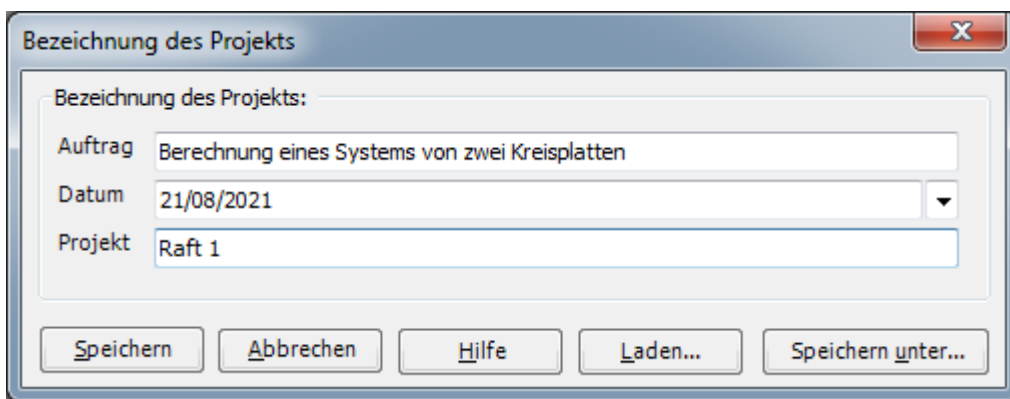

Bild 3.7 Dialogfeld "Bezeichnung des Projekts"
- Wählen Sie den Befehl "Bezeichnung des Projekts" aus der Registerkarte "Daten". Das Dialogfeld im Bild 3.7 erscheint